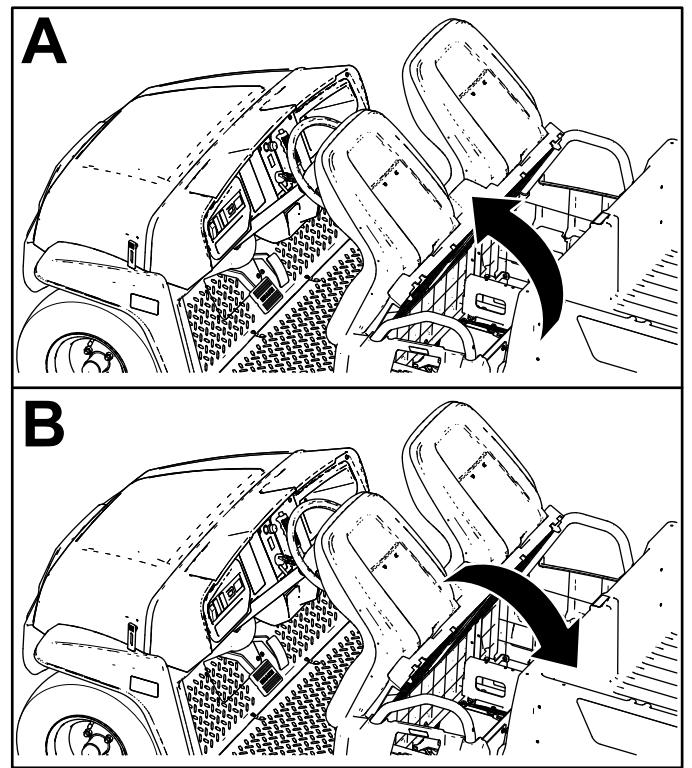

Figura 24
Para elevar el conjunto de asientos, empuje el conjunto de asientos hacia adelante hasta que descansa sobre el volante (Figura 24).
Para bajar el conjunto de asientos, empuje el conjunto hacia atrás hasta que encaje en su posición inicial (Figura 24).
1. Empuje el conjunto de asientos hacia adelante a la posición elevada (Figura 24).